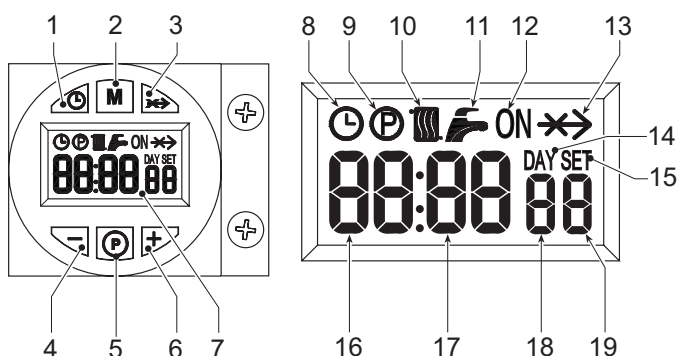

fig. 1 - Pannello comandi
La richiesta d'accensione (generata alla chiusura del contatto sui morsetti 7-8 (vedi fig. 17), in condizioni di default setting) è indicata dall'attivazione del simbolo radiatore (part. 10 - fig. 1).
1. Premere il pulsante impostazione giorno/ora (part. 1 - fig. 1).
2. Sul display (part. 7 - fig. 1), le icone OROLOGIO e DAY lampeggiano: impostare il giorno corrente della settimana attraverso i tasti + e - (part. 4 e 6 - fig. 1), considerando che 1=lunedì, 7=domenica. Confermare il giorno attraverso la pressione del pulsante impostazione giorno/ora (part. 1 - fig. 1).
3. Sul display (part. 7 - fig. 1), le due cifre dell'ORA ATTUALE e l'icona OROLOGIO lampeggiano: impostare l'ora esatta attraverso i tasti + e - (part. 4 e 6 - fig. 1), da 00 a 23. Confermare l'ora attraverso la pressione del pulsante impostazione giorno/ora (part. 1 - fig. 1).
4. Sul display (part. 7 - fig. 1), le due cifre dei MINUTI ATTUALI e l'icona OROLOGIO lampeggiano: impostare i minuti esatti attraverso i tasti + e - (part. 4 e 6 - fig. 1), da 00 a 59. Confermare i minuti attraverso la pressione del pulsante impostazione giorno/ora (part. 1 - fig. 1). Funzionamento Riscaldamento Automatico, Manuale On, Manuale Off
Premendo il pulsante selezione modalità funzionamento (part. 2 - fig. 1) è possibile impostare il:
1. In Funzionamento Automatico, sul display (part. 7 - fig. 1), è visualizzata l'icona OROLOGIO. La richiesta d'attivazione e di disattivazione del bruciatore dipende dal programma settimanale impostato. Nella fascia oraria di richiesta, sul display (part. 7 - fig. 1), è visualizzata anche l'icona ON.
2. In Funzionamento Manuale On, sul display (part. 7 - fig. 1), è visualizzata solo l'icona ON. Il bruciatore risulta sempre in richiesta.
3. In Funzionamento Manuale Off, sul display (part. 7 - fig. 1), non è visualizzata né l'icona ON, né l'icona OROLOGIO. Il bruciatore risulta spento.
Il programma settimanale è pre-impostato con 3 fasce orarie di ON e 3 fasce orarie di OFF: uguali per ogni giorno della settimana. Nella fascia oraria di richiesta, sul display (part. 7 - fig. 1), è visualizzata l'icona ON.
1. Premere il pulsante Programmazione "P" (part. 5 - fig. 1)
2. Selezionare il giorno da programmare attraverso i tasti + e - (part. 4 e 6 - fig. 1):
3. Premere il pulsante Programmazione "P" (part. 5 - fig. 1):
- Utilizzare i tasti + e - (part. 4 e 6 fig. 1) per modificare l'inizio della 1st fascia oraria di ON; esempio 06:00Premere il pulsante Programmazione "P" (part. 5 - fig. 1)
- Utilizzare i tasti + e - (part. 4 e 6 fig. 1) per modificare l'inizio della 1st fascia oraria di OFF; esempio 09:00Premere il pulsante Programmazione "P" (part. 5 - fig. 1)
- Utilizzare i tasti + e - (part. 4 e 6 fig. 1) per modificare l'inizio della 2st fascia oraria di ON; esempio 12:30Premere il pulsante Programmazione "P" (part. 5 - fig. 1)
- Utilizzare i tasti + e - (part. 4 e 6 fig. 1) per modificare l'inizio della 2st fascia oraria di OFF; esempio 14:00Premere il pulsante Programmazione "P" (part. 5 - fig. 1)
- Utilizzare i tasti + e - (part. 4 e 6 fig. 1) per modificare l'inizio della 3st fascia oraria di ON; esempio 16:00Premere il pulsante Programmazione "P" (part. 5 - fig. 1)
- Utilizzare i tasti + e - (part. 4 e 6 fig. 1) per modificare l'inizio della 3st fascia oraria di OFF; esempio 23:30Premere il pulsante Programmazione "P" (part. 5 - fig. 1)
11. Premere il pulsante Programmazione "P" (part. 5 - fig. 1) per 3 secondi, si esce dalla modalità programmazione.
L'accesso al menù parametri avviene premendo il pulsante programmazione "M" (part. 2 - fig. 1) per 5 secondi. Viene visualizzato il parametro "u01": identificato dalla scritta SET 01. Premendo il pulsante "P" (part. 5 - fig. 1) sarà possibile scorrere la lista dei parametri.
Per modificare il valore di un parametro basterà premere i tasti + e - (part. 4 e 6 - fig. 1): la modifica verrà salvata automaticamente. Una volta modificato il parametro, è necessario attendere 3 secondi: il dato lampeggia e viene salvato.
Per uscire dal menù, premere il pulsante "selezione modalità funzionamento - M" (Part.2 - fig. 1) per 5 secondi.
L'accesso al menù parametri avviene premendo il pulsante programmazione "P" (part. 5 - fig. 1) per 10 secondi. Viene visualizzato il parametro "t01": identificato dalla scritta SET 01. Premendo il pulsante "P" (part. 5 - fig. 1) sarà possibile scorrere la lista dei parametri.